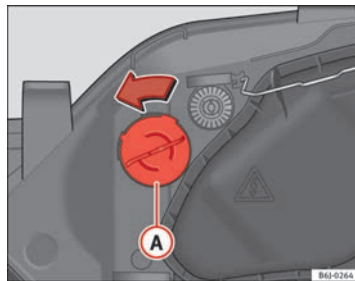

Fig. 165 Indicatore di direzione
- Ruotare il portalampada → fig. 165 Ⓐ verso sinistra e tirare.